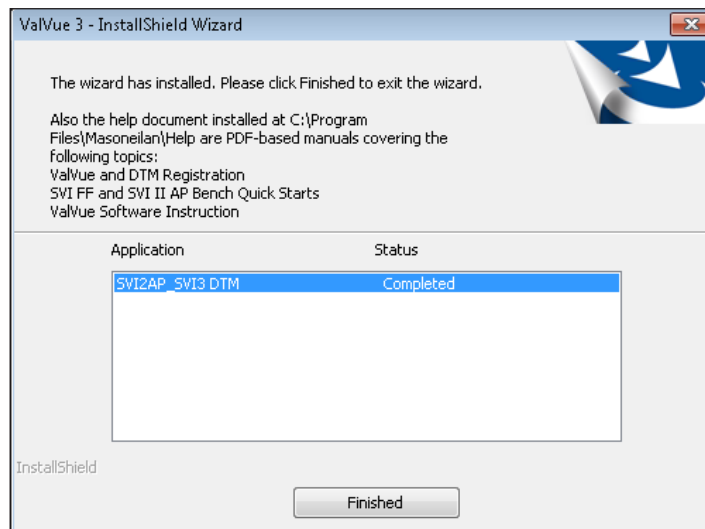

Рисунок 20 - Установка завершена
7. Нажмите **Install (Установить)** и начнется процесс удаления всех предыдущих версий и установки новых. После этого откроется диалоговое окно *InstallShield Wizard Complete* (Мастер установки завершил работу) (Рисунок 20).